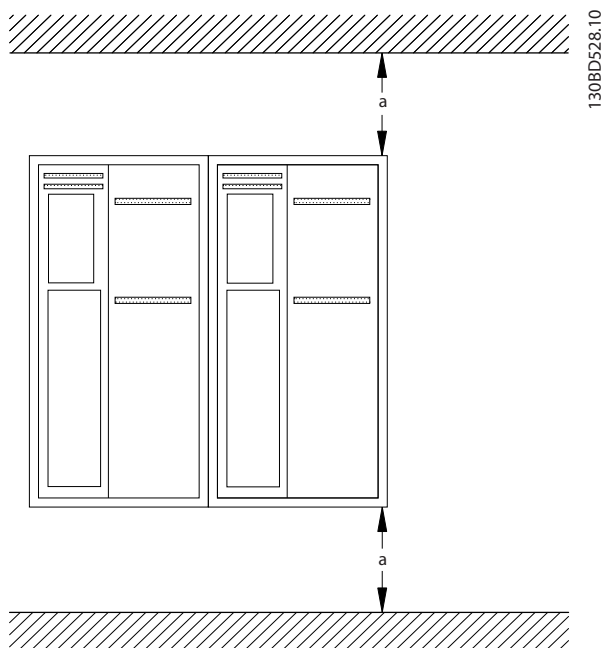

Ilustración 3.2 Espacio libre para refrigeración por encima y por debajo
- Asegúrese de que exista un espacio libre por encima y por debajo para la refrigeración por aire. Consulte la Ilustración 3.2 para conocer los requisitos de espacio libre.